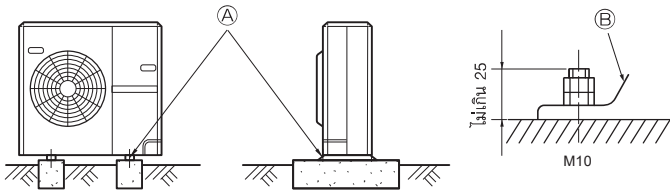

Fig. 3-16
- ตรวจสอบให้แน่ใจว่าได้ติดตั้งเครื่องไว้ในที่ซึ่งมั่นคง พื้นผิวที่สามารถป้องกันการเกิดเสียงระหว่างการใช้งาน (Fig. 3-16)